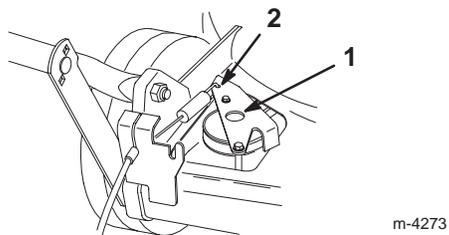

Figure 27
- Appuyez sur la patte du câble d'autotraction jusqu'à ce qu'elle touche la tondeuse, puis maintenez-la en place (Fig. 27).